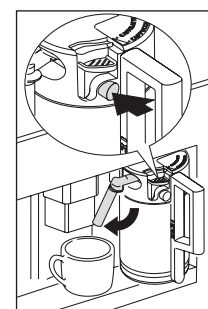

Fig. 33
- Placer le bec à lait (Fig. 33) puis placer une tasse suffisamment grande sous les becs à café et lait.
- Placer un récipient sous le bec à lait (Fig. 33).
- Appuyer sur le bouton CLEAN sur le couvercle (C3) (voir page 61) et le maintenir enfoncé pendant au moins 5 secondes (Fig. 33) pour lancer la fonction de nettoyage.